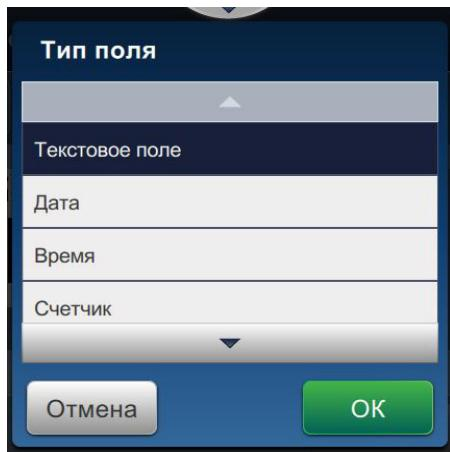

Рис. 5-4: Параметры добавления поля
7. Нажмите кнопку  и выберите необходимые опции для добавления полей, как показано на Рис. 5-4.
- Коснитесь раскрывающегося списка  и выберите *Текст*, как показано на Рис. 5-4 на стр. 5-4. Нажмите кнопку  .